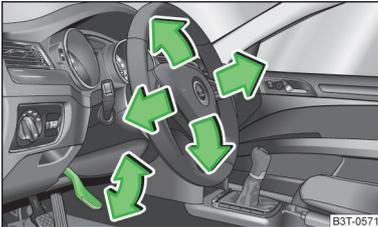

Abb. 121
- Den Hebel unter dem Lenkrad nach unten schwenken » Abb. 121.